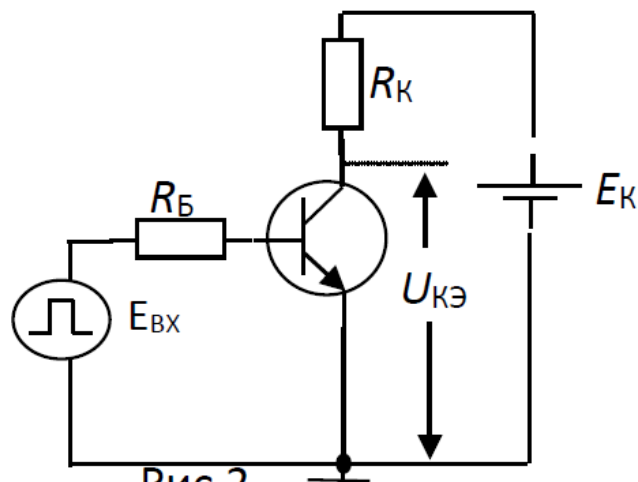

Рис.2
2. В схеме рис.2 $E_K=10\text{ В}$; $R_K=10\text{ Ом}$; $R_B=200\text{ Ом}$; $\beta=50$, $E_{ВХ}=2\text{ В}$.